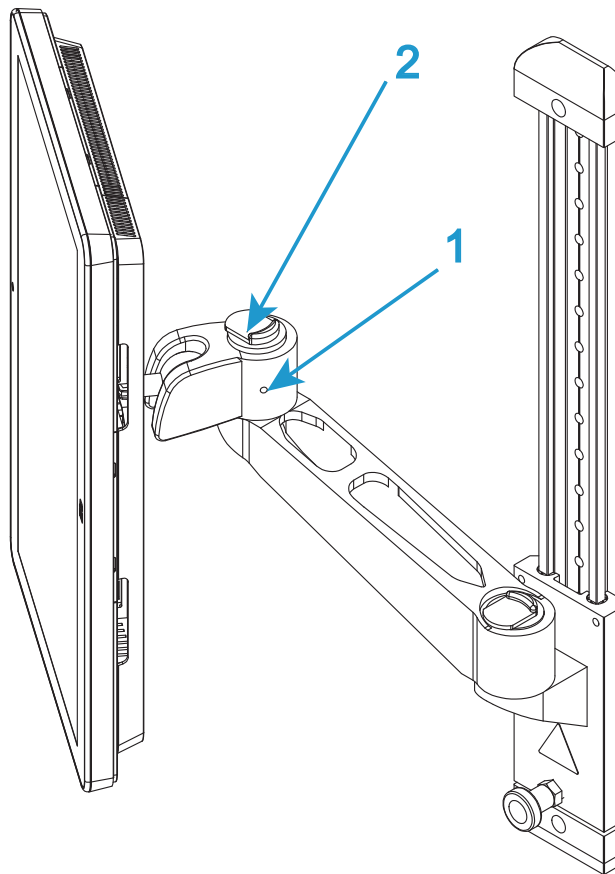
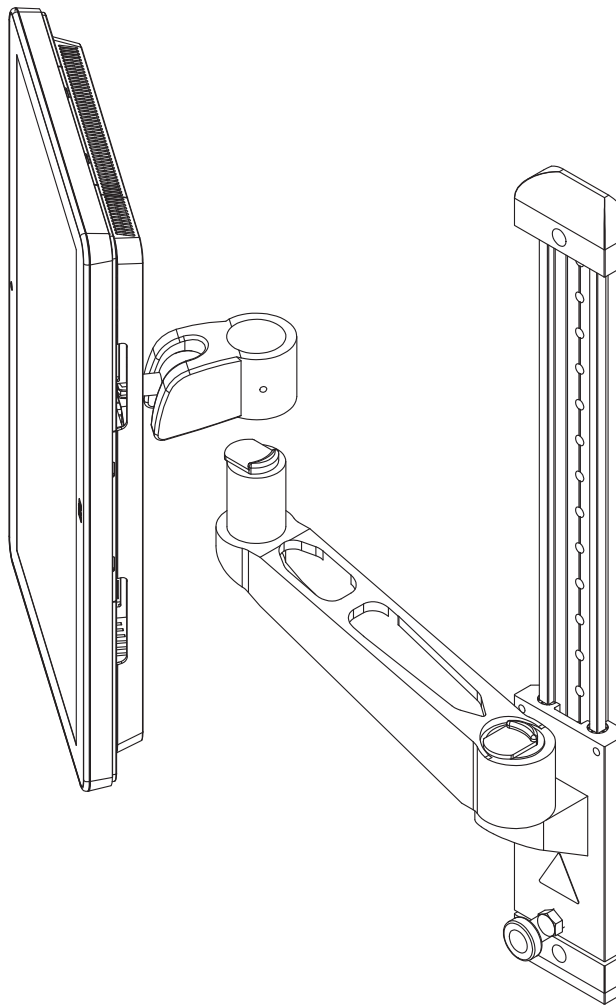

Abbildung 7. Montagearm
Abbildung 8. Zum Entfernen anheben
3. Wenn erforderlich, lösen Sie den Gewindestift an der Seite des Ellbogen am Montagearm (1 in Abbildung 7 auf Seite 46).
4. Betätigen Sie den Entriegelungsmechanismus oben am Ellbogen (2 in Abbildung 7 auf Seite 46) und heben Sie den Bluehill® Bedienerdashboard vom Montagearm (Abbildung 8 auf Seite 47) ab.